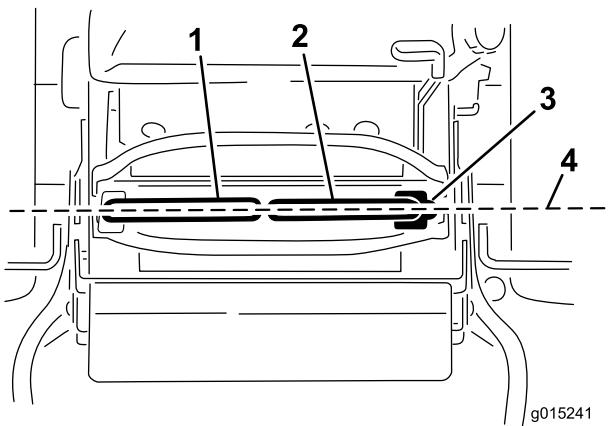

図 70
重要 E コントロールレバーの調整が終わったあとは、試運転を行なって走行状態を確認してください。コントロールレバーの前後整列調整も、同じ手順で行ないます（図 70）。
1. まず最初に水平調整を行い、その後に前後調整を行うようにしてください（図 70）。